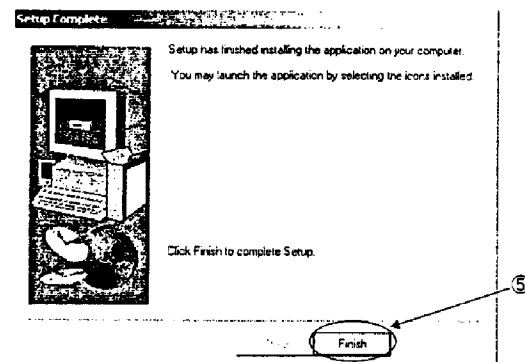

図 6-5 Setup Complete
- ⑤ インストールが完了すると<Setup Complete>ダイアログが表示されます。(「図 6-5 Setup Complete」参照)